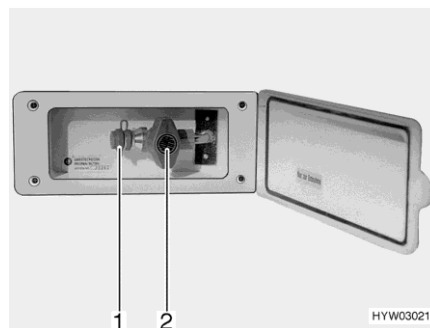

Bild 172 Externer Gasanschluss
- Externes Gasgerät an der Anschluss-Stelle (Bild 172,1) anschließen.
- Das Gasabsperrentil (Bild 172,2) öffnen.